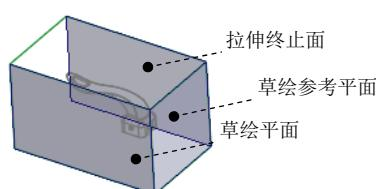

图 6.10 草绘平面和拉伸终止面
- (1) 单击 **编辑模具体积块** 操控板 **形状** ▾ 区域中的 拉伸按钮，此时系统弹出“拉伸”操控板。
- (2) 定义草绘截面放置属性。在绘图区中右击，从系统弹出的菜单中选择 **定义内部草绘...** 命令；在系统 的提示下，选取图 6.10 所示的坯料表面为草绘平面，选取图 6.10 所示的坯料表面为参考平面，方向为 **右**；单击 **草绘** 按钮，至此系统进入截面草绘环境。
- (4) 设置深度选项。
- ① 在操控板中选取深度类型 (到选定的)。
- ② 将模型调整到合适位置，选取图 6.10 所示的坯料表面为拉伸终止面。
- ③ 在“拉伸”操控板中单击 按钮，完成特征的创建。